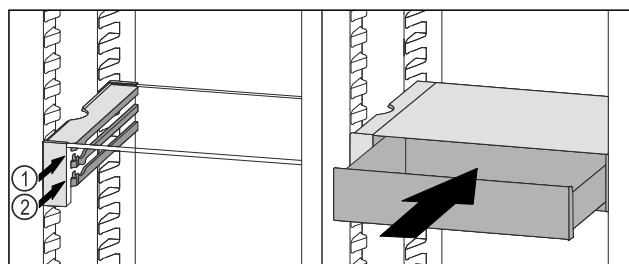

Fig. 146
- ▶ Установите выдвижной ящик VarioSafe за стопоры на требуемый выступ Fig. 146 (1) или Fig. 146 (2).